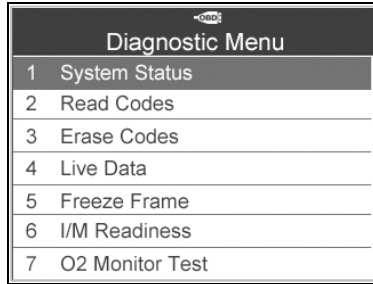

Figure 6.3
- 1) Au **Menu Diagnostic**, utiliser le bouton de défilement **vers le haut/vers le bas** pour sélectionner **Lire les codes** et appuyer sur le bouton **Y**. (Figure 6.3)
- 1) Utiliser les boutons de défilement **vers le haut/vers le bas** pour sélectionner **Effacer les codes** depuis le **menu Diagnostics** et appuyer sur le bouton **Y**. (Figure 6.3)
- 1) Pour afficher les données actives, utiliser le bouton de défilement **vers le haut/vers le bas** pour sélectionner **Données actives** depuis le **menu Diagnostic** et appuyer sur le bouton **Y**. (Figure 6.3)
- 1) Pour afficher les données figées, utiliser le bouton de défilement **vers le haut/vers le bas** pour sélectionner **Données figées** depuis le **menu Diagnostic** et appuyer sur le bouton **Y**. (Figure 6.3)
- 1) Utiliser les boutons de défilement **vers le haut/vers le bas** pour sélectionner **Disponibilité I/M** depuis le **menu Diagnostic** et appuyer sur le bouton **Y**. (Figure 6.3)
- 1) Utiliser les boutons de défilement **vers le haut/vers le bas** pour sélectionner **Test de moniteur O2** depuis le **menu Diagnostic** et appuyer sur le bouton **Y**. (Figure 6.3)